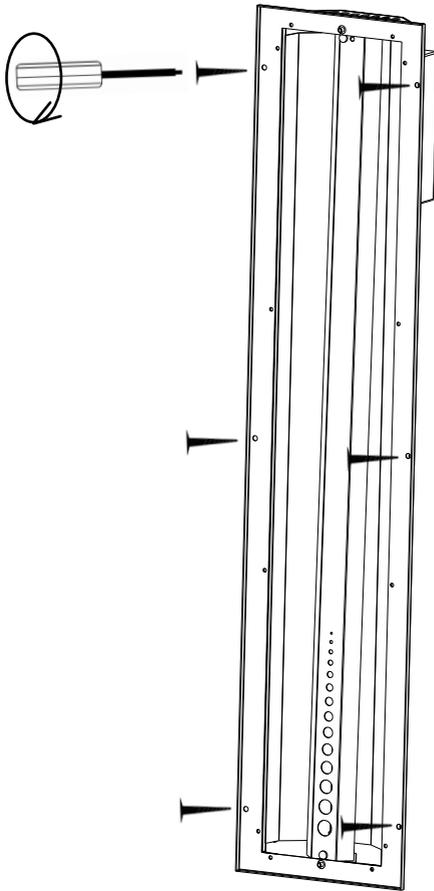

Abb. 7 Position der Schrauben
8. Schrauben Sie den Infrarotstrahler mit den beiliegenden Holzschrauben (3 x 40 mm) an der Kabinenwand fest. Siehe Abbildung 7.